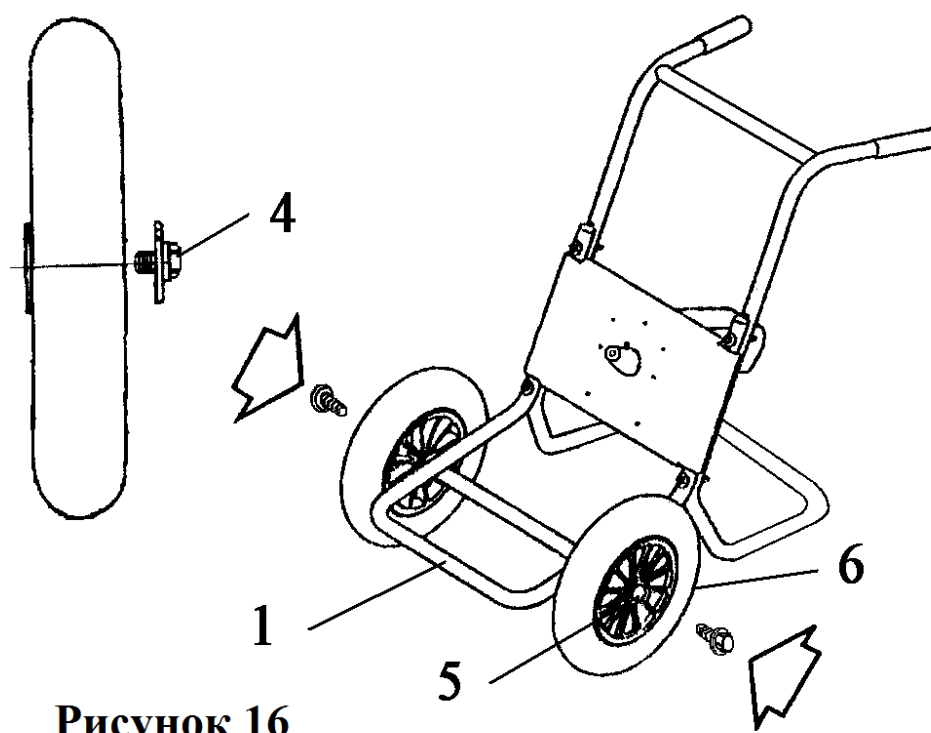

Рисунок 16
2. Установите колеса (6) на ось рамы (5) и закрепите болтами (4) (Рисунок 16).